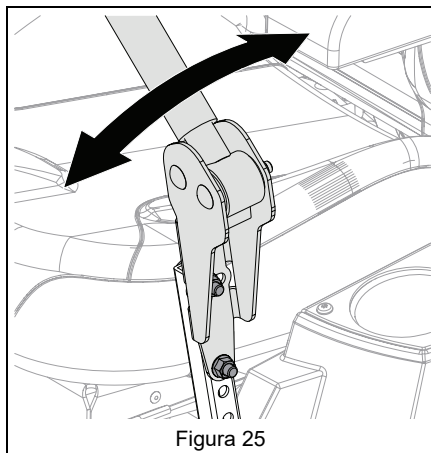

Figura 25
8. Allentare la bulloneria di montaggio, allineare le leve e serrare la bulloneria. Vedere Figura 25.